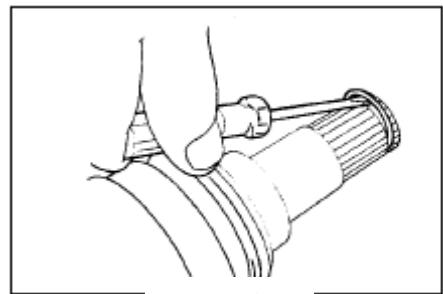

Рис. 135
- (1) Отсоедините большой хомут внешнего ШРУСа
- (2) Удалите старую смазку с внешнего ШРУСа.
**26. Установите новое стопорное кольцо.** (рис. 135)